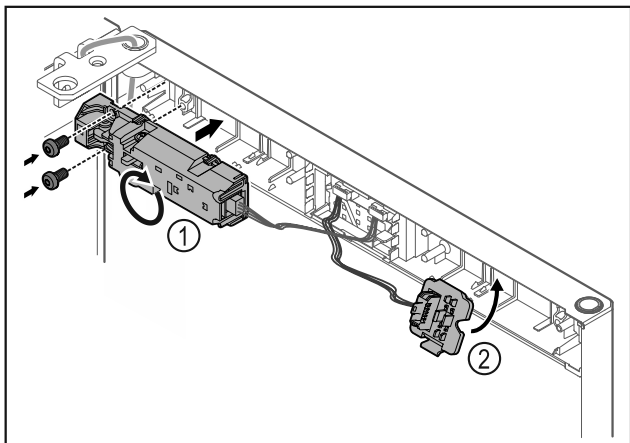

Fig. 18
- ▶ Drei fjernlåsen Fig. 18 (1) 180° grader og fest den på motsatt side.
- ▶ Sett pluggholderen Fig. 18 (2) fast på motsatt side.